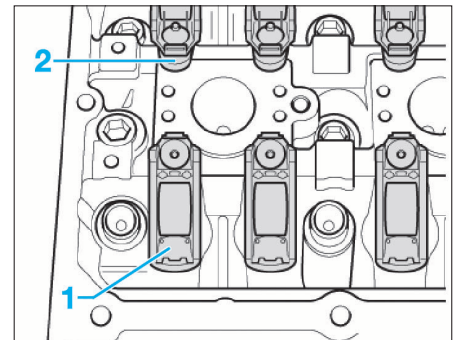

FIG. 60
- Veiller à ce que tous les culbuteurs à galet soient correctement positionnés sur les extrémités des tiges de soupapes (1) et agrafés sur leur élément d'appui respectif (2) (Fig.60).